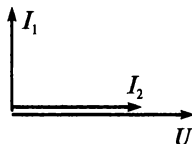

Рис. 10.8
3. Начертите схему, которой соответствует векторная диаграмма, изображенная на рис. 10.8.